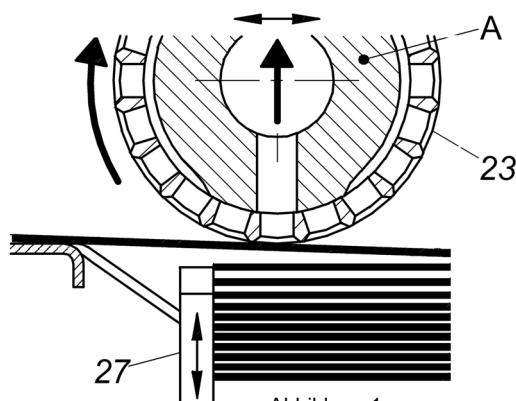

Abbildung 1
Je nach Stärke des zu verarbeitenden Papiers ist die Schleuse (27) entsprechend der Abbildung 1 zu positionieren. Dazu wird die Höhenverstellungsschraube (30) auf der Innenseite des Stapelanlegers verwendet. Die Stapelhöhe wird über den Stapelsensor (25) so eingestellt, dass noch zwei von drei Blasluftöffnungen (26) an der Schleuse frei zu sehen sind (siehe 4.2).
- Der Saugstator (Abb. 1 und 2, A) nach vorne oder hinten, entsprechend dem Papier.
- Die Saugtrommel (23) in der horizontalen Achse nach vorn oder hinten.
Für einen optimalen, störungsfreien und regelmässigen Papierlauf muss der Saugstator (Abb. 1 und 2, A) in die entsprechende Position gebracht werden. Diese kann während des Laufs mit dem Verstellhebel (14) angepasst werden.